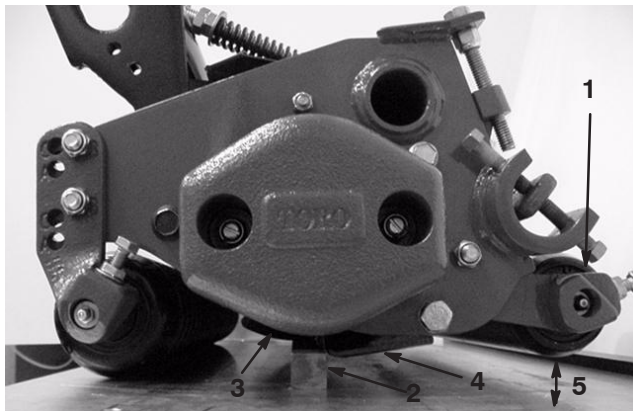

fig. 12
1. Placera en platta som är minst 13 mm tjock under cylinderknivarna och mot underknivens skäregg (fig. 12). Den bakre rullen får inte vidröra ytan.